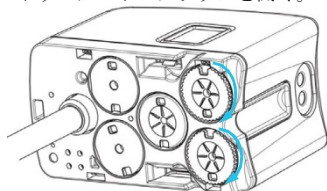

図 4：Yaw 入力軸の位置
- (1) クリップを挿入する前に、Yaw 入力軸（図 4）を矢印の方向に回転させ、インストゥルメントのグリップを開く。